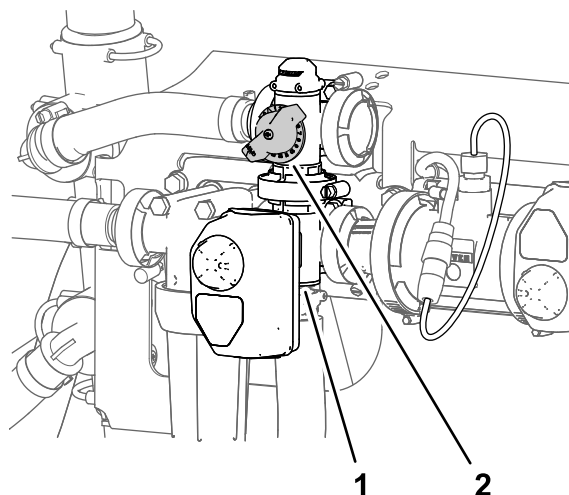

Figure 32
- Réglez la vanne de dérivation d'agitation (Figure 32) à l'arrière de la vanne d'agitation jusqu'à ce que la pression indiquée soit 6,89 bar.